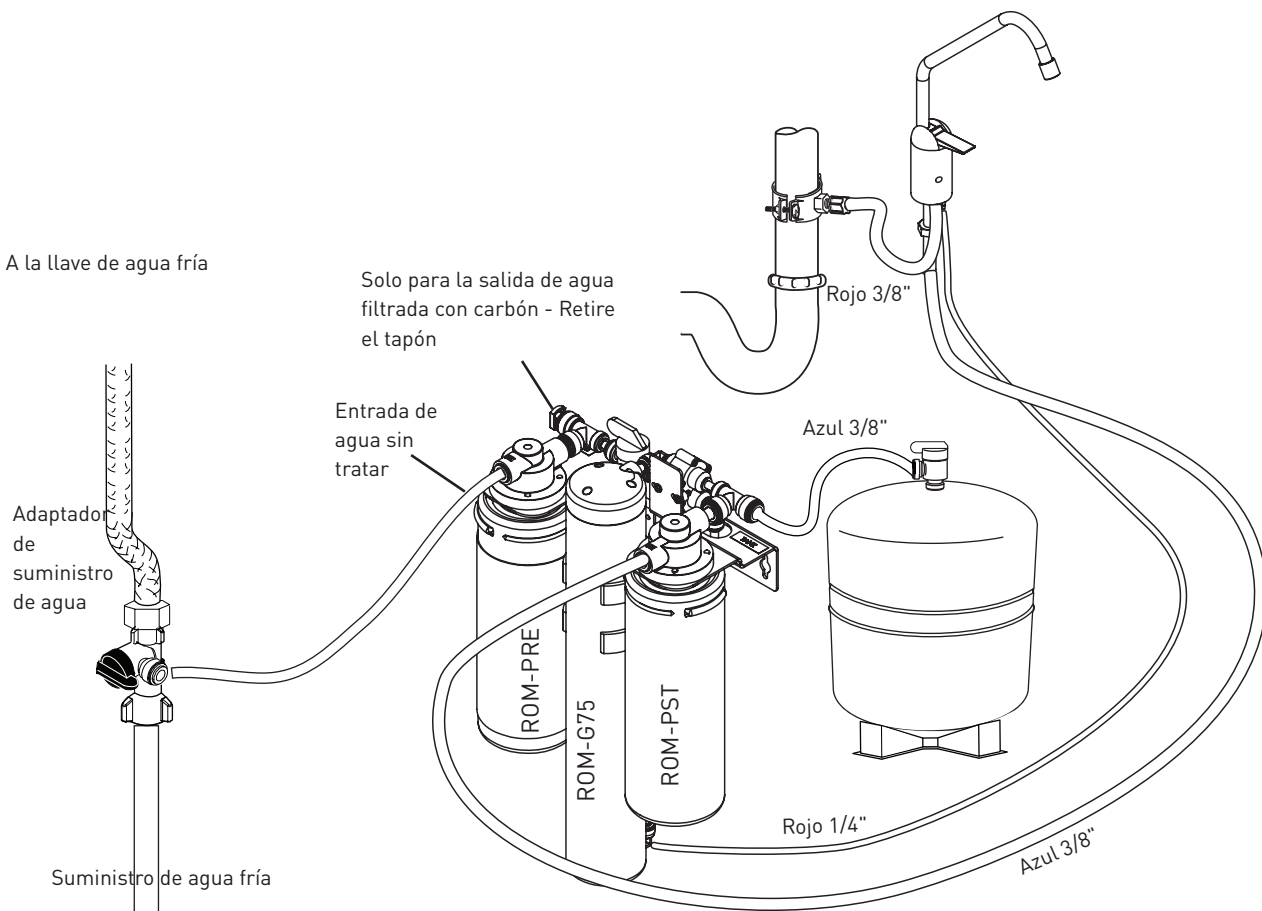

Figure 20
1. Inserte la tubería azul 3/8" de la llave de agua. Veá Figure 20. La tubería no deberá tener curvas peligrosas ni dobleces que restrinjan el flujo de agua. Corte la longitud según sea necesario. Ponga una marca a 3/4" (1.9 cm) del extremo de la tubería.